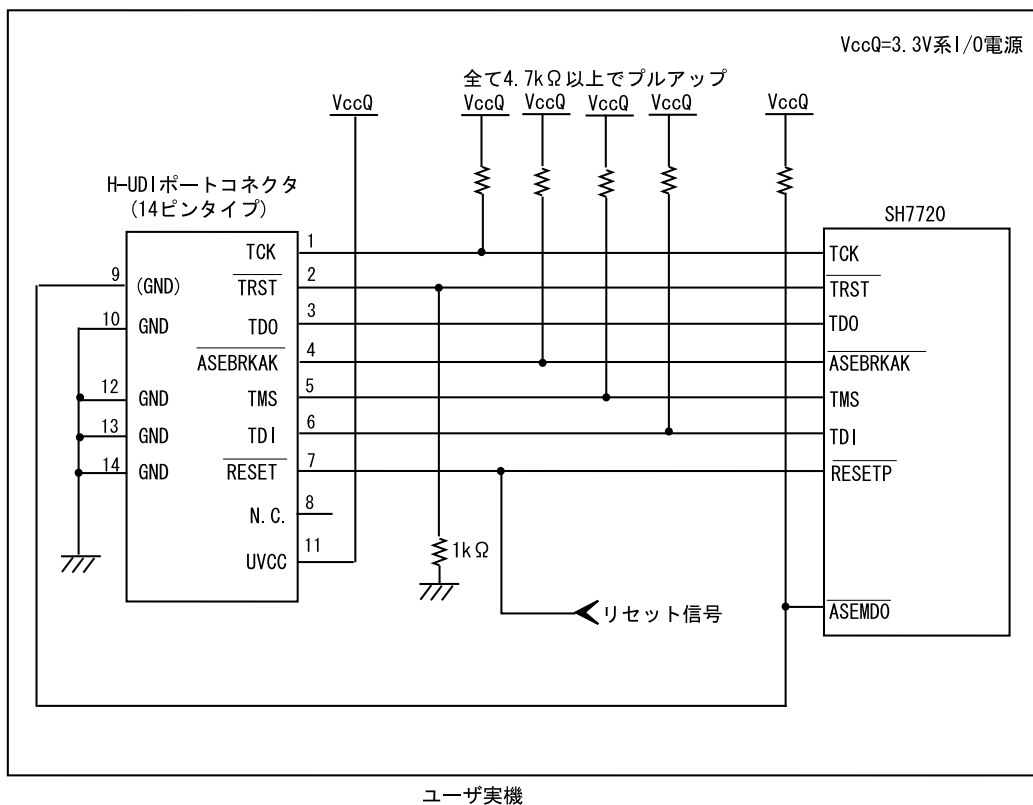

図 1.5 E10A-USB 使用時の H-UDI ポートコネクタ - チップ間の推奨接続例 (14 ピンタイプ UVCC 接続時)
- 図 1.5 推奨接続例で回路を組んだ場合の E10A-USB エミュレータのスイッチ設定:SW2=1, SW3=1